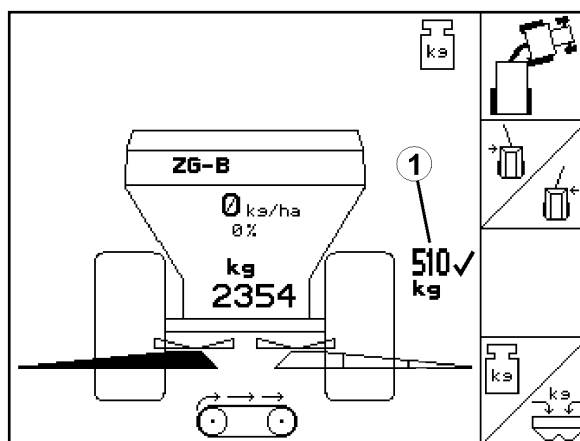

Fig. 24
- No menu de trabalho é indicada a quantidade de adubo aplicada (Fig. 24/1).